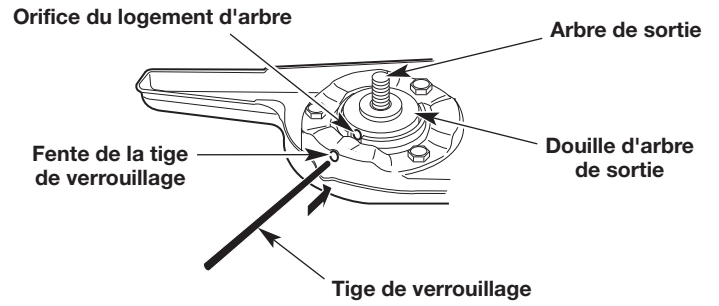

Fig. 18
1. Alignez l'orifice du logement d'arbre avec la fente de la tige de verrouillage (Fig. 18). Insérez la tige de verrouillage dans la fente de la tige de verrouillage et l'orifice du logement d'arbre (Fig. 18).
2. Alignez l'orifice du logement d'arbre avec la fente de la tige de verrouillage (Fig. 18). Insérez la tige de verrouillage dans la fente de la tige de verrouillage et l'orifice du logement d'arbre (Fig. 18).